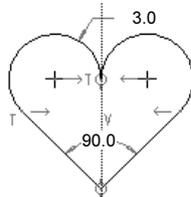

图 2.5.8 轮廓草图
Step 4 编辑轮廓草图，绘制图 2.5.8 所示的心形。